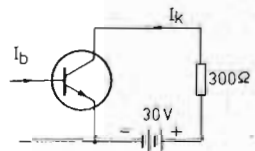

Fig. 16. Koppling för effektomkopplare.
*Exempel:* En transistor i en koppling enligt fig. 16 skall kopplas om mellan strypt och ledande tillstånd. I ledande tillstånd är kollektorströmmen  $30/300=0,1$  A och belastningseffekten  $P_l=0,1 \cdot 30=3$  W. Strömförstärkningen antas vara 40 och det fordras då en minimidrivrström av  $I_b=0,1/40=2,5$  mA. Vi väljer  $I_b=5$  mA och kan då räkna med en basspänning av ca 1 V. Botten- spänningen över transistorn blir under dessa betingelser av storleksordningen